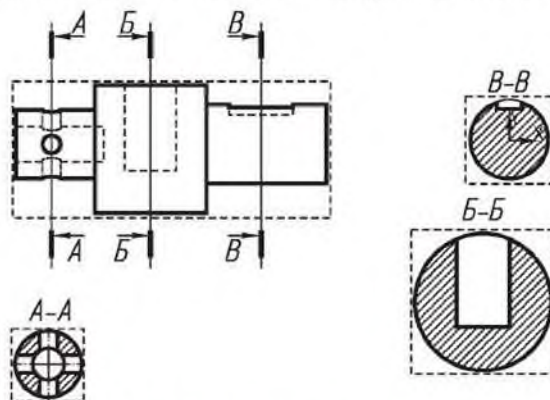

Рисунок 7.18 Результат построения сечений
13. Для построения первого сечения *А-А* на панели *Обозначения* выбрать кнопку *Линия разреза*, указать начальную и конечную точки сечения, щелкнуть ЛК мышки. На *Панели свойств* отключить *Проекционную связь* , нажать кнопку *Разрез*  и разместить разрез точно по линии сечения. Аналогично построить второе сечение *Б-Б* (рисунок 7.18). Выполнить третье сечение и расположить его на месте вида слева, в проекционной связи с главным видом. На *Панели свойств* нажать кнопку *Сечение модели* .